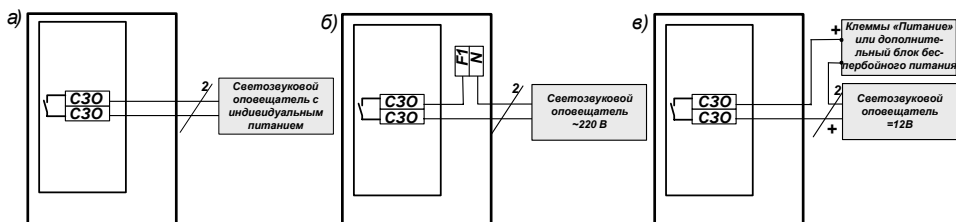

Рис.3
- 2.2.6** Подключить светозвуковой оповещатель к клеммам «СЗО» на плате «ТТ401», соблюдая полярность при подключении. Варианты подключения вспомогательных устройств смотри на Рис.3 РЭ.